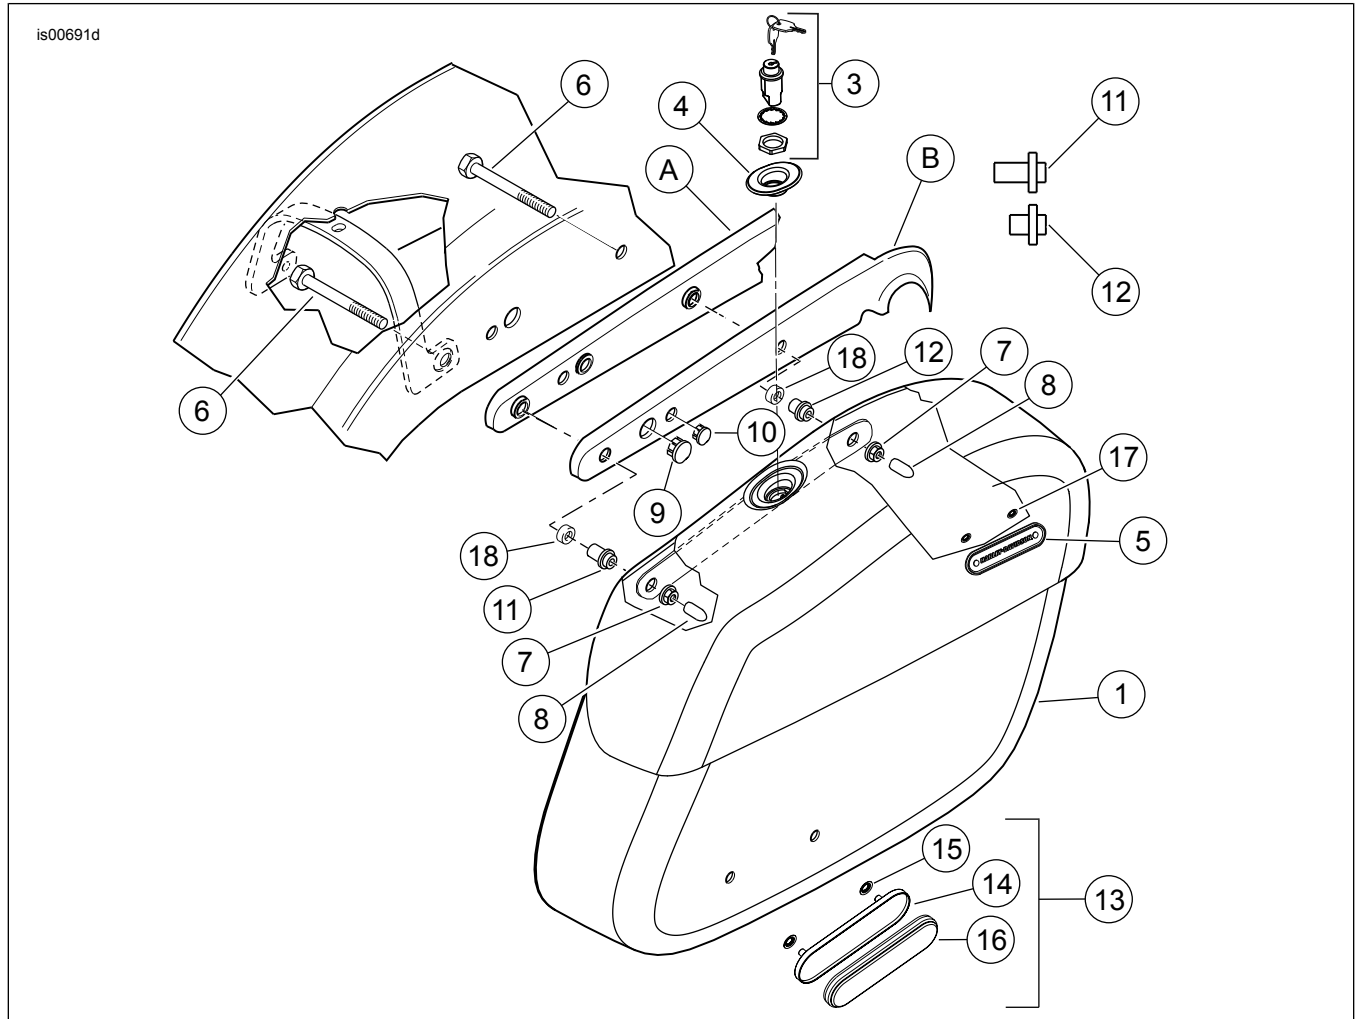

Abbildung 2. Ersatzteile: Sportster – formsteifer Leder-Satteltaschensatz (rechte Seite abgebildet)
Siehe Abbildung 2 und Tabelle 1.
5. Siehe Abbildung 2. Die beiden Schrauben (6) aus dem Satz von der Unterseite des Schutzblechs durch das Schutzblech in die Schutzblechstütze (A) und die Abdeckung (B) einbauen, wo die beiden Halbrundkopfschrauben vorher in Schritt 3 entfernt wurden.
6. Für Satz 53050-10: Die kurze Buchse (12) auf der vorderen Schraube (kurzes Ende zur Satteltasche) und die lange Buchse (11) auf der hinteren Schraube (kurzes Ende zur Satteltasche) anbringen. Für Satz 90201321: Das Distanzstück (18) und anschließend die kurze Buchse (12) auf der vorderen Schraube (kurzes Ende zur Satteltasche) anbringen. Das Distanzstück (18) und anschließend die lange Buchse (11) auf der hinteren Schraube (kurzes Ende zur Satteltasche) anbringen.
8. Die Flanschmutter (7) auf die Schrauben an der Innenseite der Satteltasche drehen. Beide Flanschmutter auf 33–37 N•m (24–27 ft-lb) anziehen.
9. Die Gewindeschutzkappe (8) auf jedes Schraubenende anbringen.
2. Siehe Abbildung 2. Die Reflektorhalterung (14) an der Satteltasche platzieren.
7. Die Reflektorhalterung (14) mit zwei Druckmutter (15) an der Satteltasche anbringen.
8. Die Schutzfolie von der Rückseite des Reflektors (16) abziehen und an der Halterung (14) anbringen.